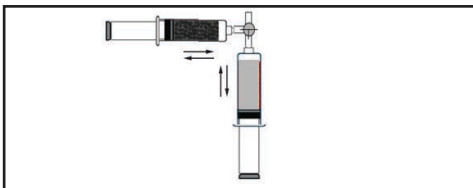

Figura 11.
- 2.5 Mezcle con cuidado empujando lentamente el contenido de una jeringa a la otra. Mezcle la solución hasta que se suspendan las microesferas (Figura 11).